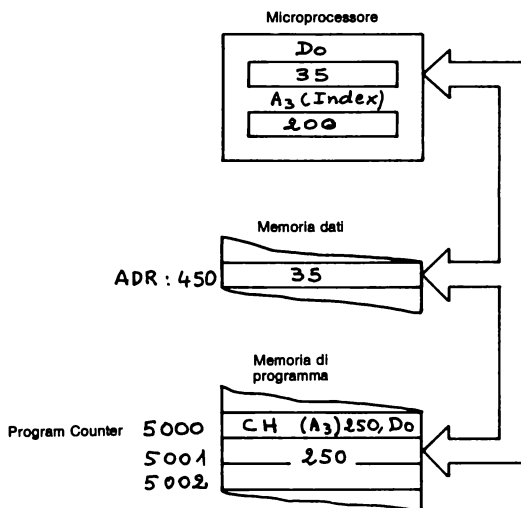

Figura 3 - Indirizzo indicizzato.
L'indirizzo (450) dell'operando (35) è la somma dell'indirizzo specificato nell'istruzione (250) e dello spiazzamento (200) indicato nel registro indice (figura 3). Il microprocessore, eseguendo l'istruzione LD (A₃), 250, D₀, legge il contenuto della locazione di memoria di indirizzo (A₃) +250, cioè 450, e lo trasferisce in D₀. Notiamo che l'indirizzo indicato nell'istruzione è l'analogo del capitolo "fornitori", e quello contenuto nel registro indice corrisponde al sotto-capitolo "fornitori di resistenze".